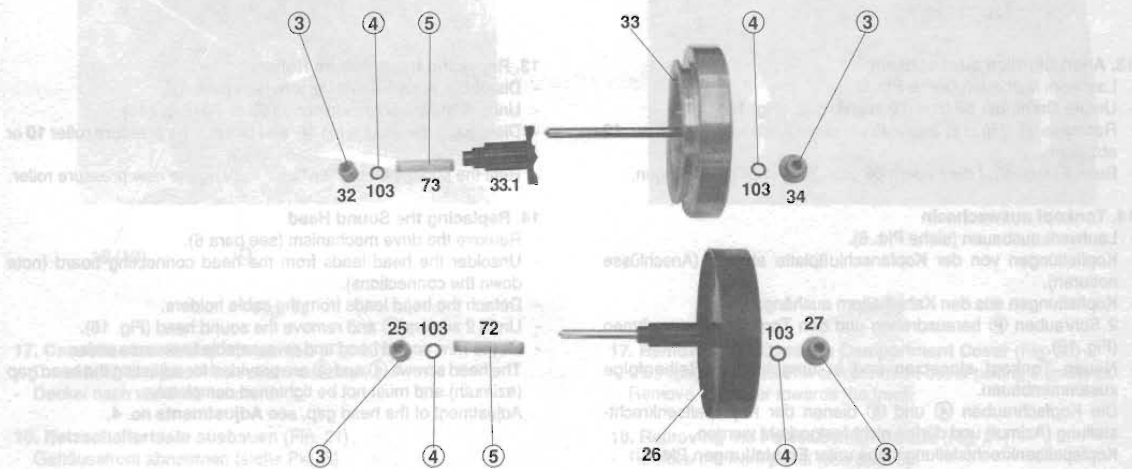

Fig. 12
- Ziehen Sie das Schwungrad nach hinten heraus. Achten Sie beim Aus- und Einbau des Schwungrades auf die beiden Lager (3), die beiden Scheiben (4) und die Feder (5) (Fig. 12). Nach dem Einbau des Schwungrades muß die Capstanwelle mit Spiritus oder Testbenzin gereinigt werden.
- Withdraw the flywheel towards the rear. When removing and refitting the flywheel take care of the two bearings (3), the two washers (4) and the spring (5) (Fig. 12). After having fitted the new flywheel the capstan must be cleaned with spirit or benzene.